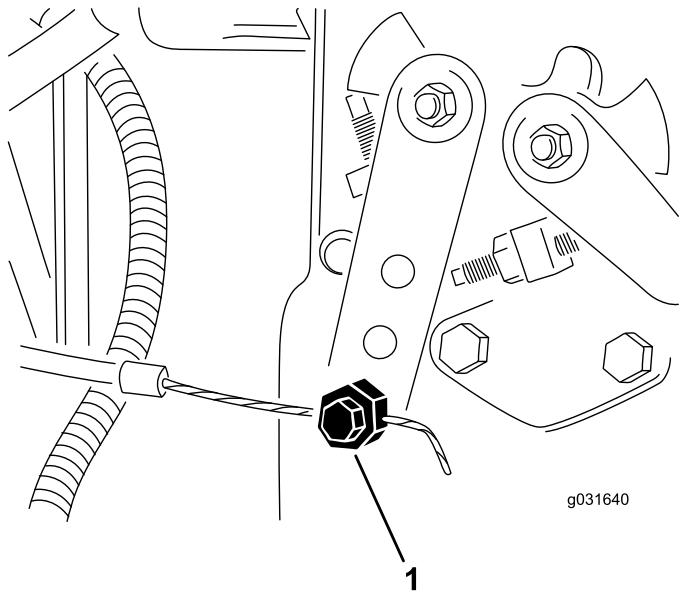

Bild 61
2. Lösen Sie den Gaszug-Anschluss am Hebelarm der Einspritzpumpe. (Bild 61).